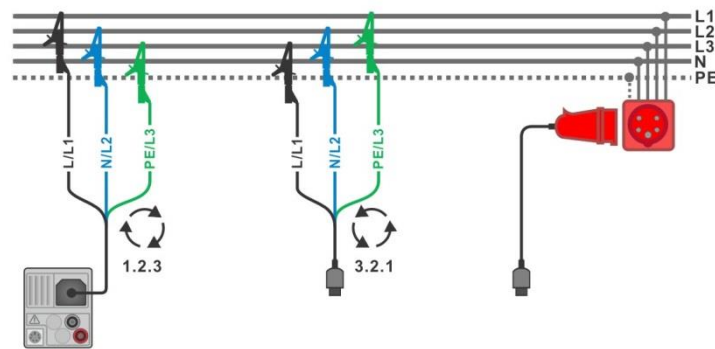
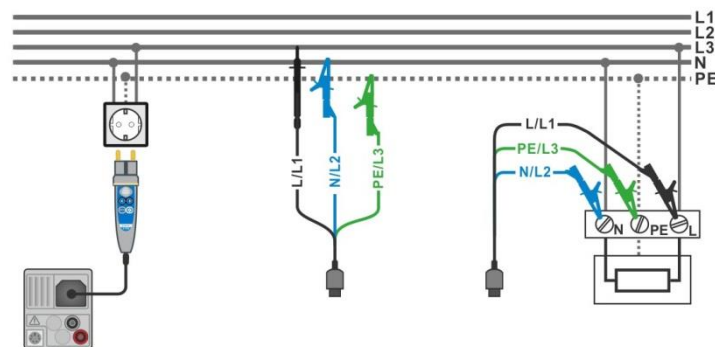

Abbildung 7.2: Anschluss des 3-Leiter Prüfadapters und des optionalen Adapters im Drei-Phasen-System
Abbildung 7.3: Anschluss des Commander-Prüfsteckers und des 3-Leiter Prüfadapters im Ein-Phasen-System
- › Schließen Sie die Prüfleitungen am Prüfling an (siehe **Abbildung 7.2** und **Abbildung 7.3**).